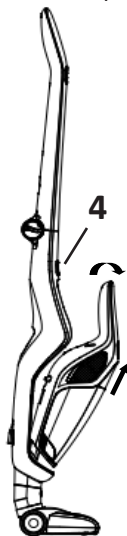

рис.4
1. Чтобы включить прибор, нажмите на кнопку включения/выключения (1). При этом загорится световой индикатор на щётке для пола.
2. Нажмите на переключатель режимов (2), чтобы выбрать желаемую скорость (низкую или высокую). В процессе работы обращайте внимания на индикаторы заряда (3). По мере уменьшения заряда прибора индикаторы будут постепенно гаснуть. Когда аккумулятор полностью разрядится, индикаторы погаснут, и прибор автоматически выключится.
3. Нажмите на кнопку отсоединения дополнительного блока (4) и выньте дополнительный блок, как показано на рис.4.